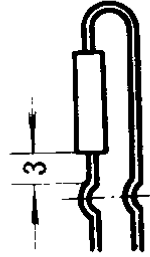

图 1 - 4 电阻的引线折弯
(1) 电阻要固定焊接在印制线路板、接线架或管座脚下, 较大功率的线绕电阻应用螺钉或支架固定起来, 以防因振动而折断引线或造成短路, 损坏设备。电阻的标志应尽量朝一个方向或朝上, 以便于检查。
(2) 电阻引线需要弯曲时, 不应从根部打弯, 这样容易使引线折断或造成两端金属帽松脱, 接触不良, 而应象图 1 - 4 那样, 从根部留出一定距离(最好大于 3 毫米), 用尖嘴钳夹住引线根部, 将引线弯成所需角度。